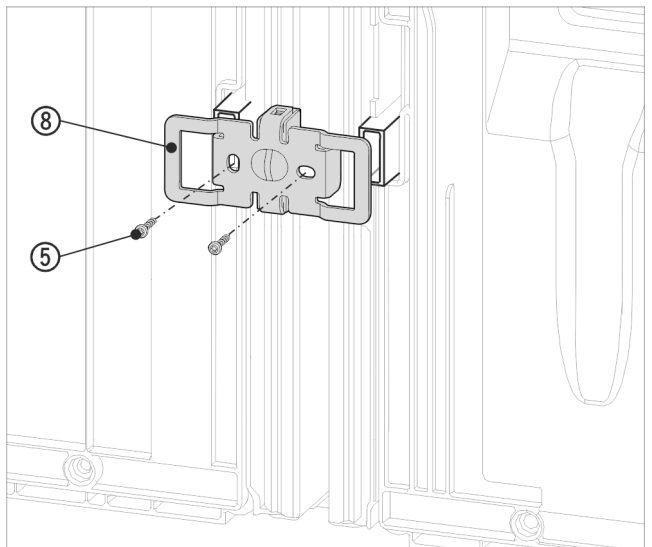

Fig. 19 Примерно изображение
- ▶ Вкарайте отново ъгъла Fig. 19 (8) с прорезите върху държачите за детайлите за отстояние от стената.
- ▶ Завинтете с 2 винта Fig. 19 (5).